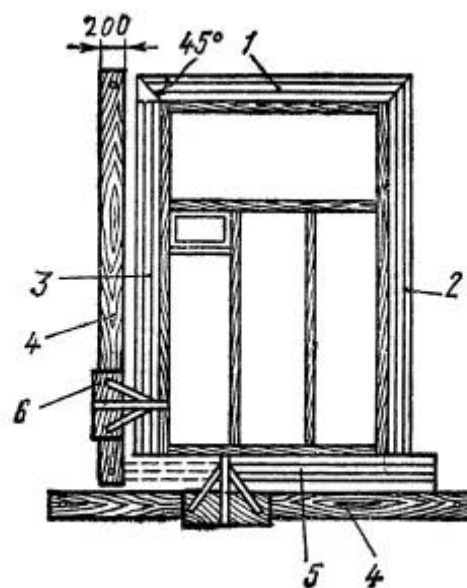

рис.1 Витягування наличників
Для витягування *наличників (лиштви)* навколо прямокутних прорізів навішують по виску або по рівню правила (4) (рис.1) на відстані від усьонка укосу трохи більше ширини наличника. Спочатку шаблоном (6) витягують верхній (горизонтальний) наличник (1), а після – вертикальні бокові (2, 3), потім підвіконну тягу(5). Верхню частину наличника (1) витягують довшою, щоб зрізати її під кутом 45° і обробляють кут не з двох сторін, а тільки з однієї «на вус».